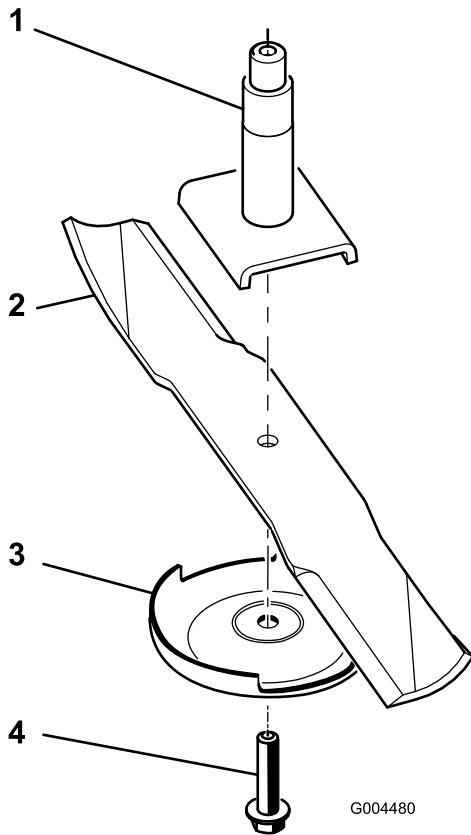

Figure 68
2. Tournez le boulon de lame dans le sens horaire pour déposer le boulon (Figure 68).
3. Déposez la plaque anti-scalp et la lame de l'axe de pivot (Figure 68).